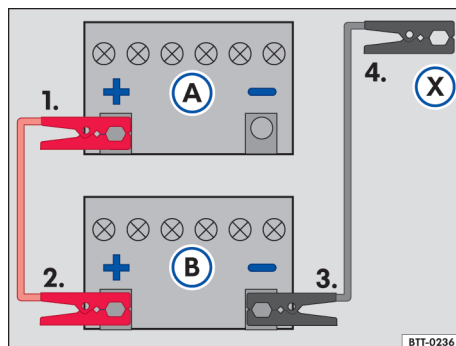

Fig. 179 Esquema para la conexión de los cables auxiliares de arranque: batería del vehículo descargada (A) y batería del vehículo que provee la corriente (B).
Leyenda para → fig. 179:
◀ Conectar el cable de arranque auxiliar solo en la secuencia 1 – 2 – 3 – 4 → fig. 179.
- Conectar una extremidad del cable auxiliar de arranque *rojo* al polo positivo (+) del vehículo con la batería del vehículo descargada → fig. 179 (A) → ▲.
- Conectar el otro extremo del cable de arranque auxiliar *rojo* al polo positivo (+) del vehículo que suministra corriente (B).
- Conectar un extremo del cable de arranque auxiliar *negro* al polo negativo de la batería del vehículo que suministra la corriente (B).
- Conectar el otro extremo del cable de arranque auxiliar *negro* (X) al vehículo con la batería del vehículo descargada en una pieza maciza de metal atornillada firmemente al bloque del motor o en el mismo bloque del motor - aunque no cerca de la batería (A) → ▲.